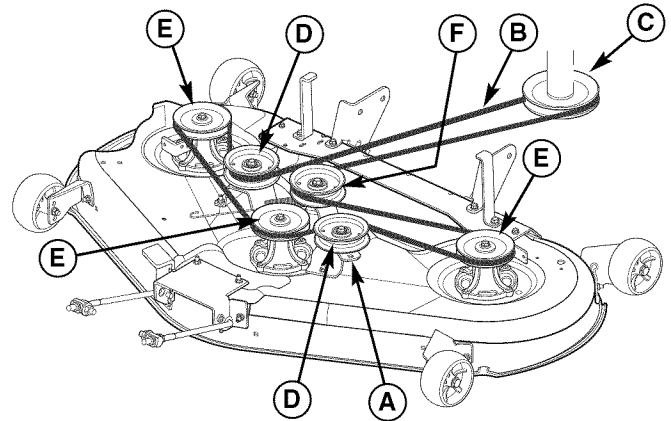

Figura 13. Dirección de la correa del cortacésped
3. Inserte el trinquete en el orificio cuadrado de 9,5 mm (3/8 pulg.) del brazo de polea tensora (A, Figura 13) y tire para liberar la tensión de la correa. Retire la correa del cortacésped (B) de la polea del motor de transmisión (C).
2. Monte las barras de enganche frontales y fíjelas con los clips de horquilla (B).
3. Haga deslizar la plataforma del cortacésped hacia atrás y conecte los brazos elevadores posteriores a la plataforma del cortacésped. Fíjela con los clips de horquilla (A).
7. Inserte el trinquete en el orificio cuadrado de 9,5 mm (3/8 pulg.) del brazo de polea tensora (A, Figura 13) y tire para liberar la tensión de la correa. Instale la correa del cortacésped (B) en la forma que se muestra en la Figura 13.